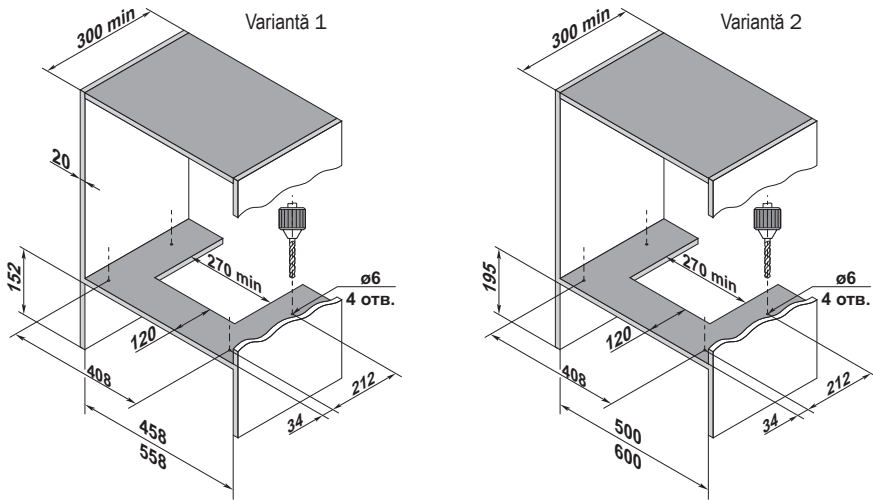

Fig. 3
2. Executați orificii în dulap potrivit schiței pentru varianta de instalare aleasă (fig.3).